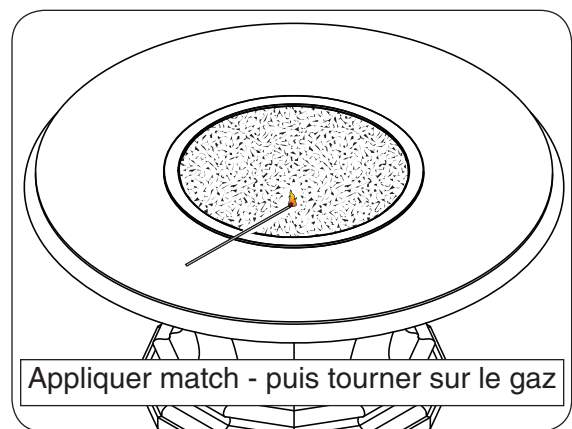

Fig. 26-1
3. Posez une lumineuse à longue tige match sur la surface du support de décoration à proximité de l'anneau brûleur (**ne tenez pas le match en main**) ou utiliser un briquet au butane allumée au long cou (Fig. 26-1).